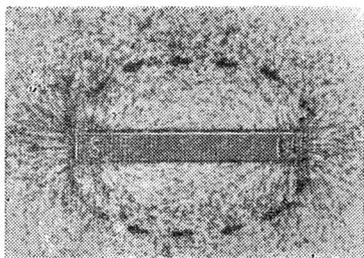

Рис. II.11. Стальные опилки располагаются вдоль силовых линий, «связывающих» между собой полюсы магнита.
**Магнитное поле.** Действие магнита распространяется через немагнитные материалы. Если насыпать железные опилки на лист бумаги или стекла, расположенный над магнитом, то, несмотря на то, что между опилками и магнитом имеется лист бумаги или стекла, опилки намагнитятся и притянутся к магниту. На рис. II.11